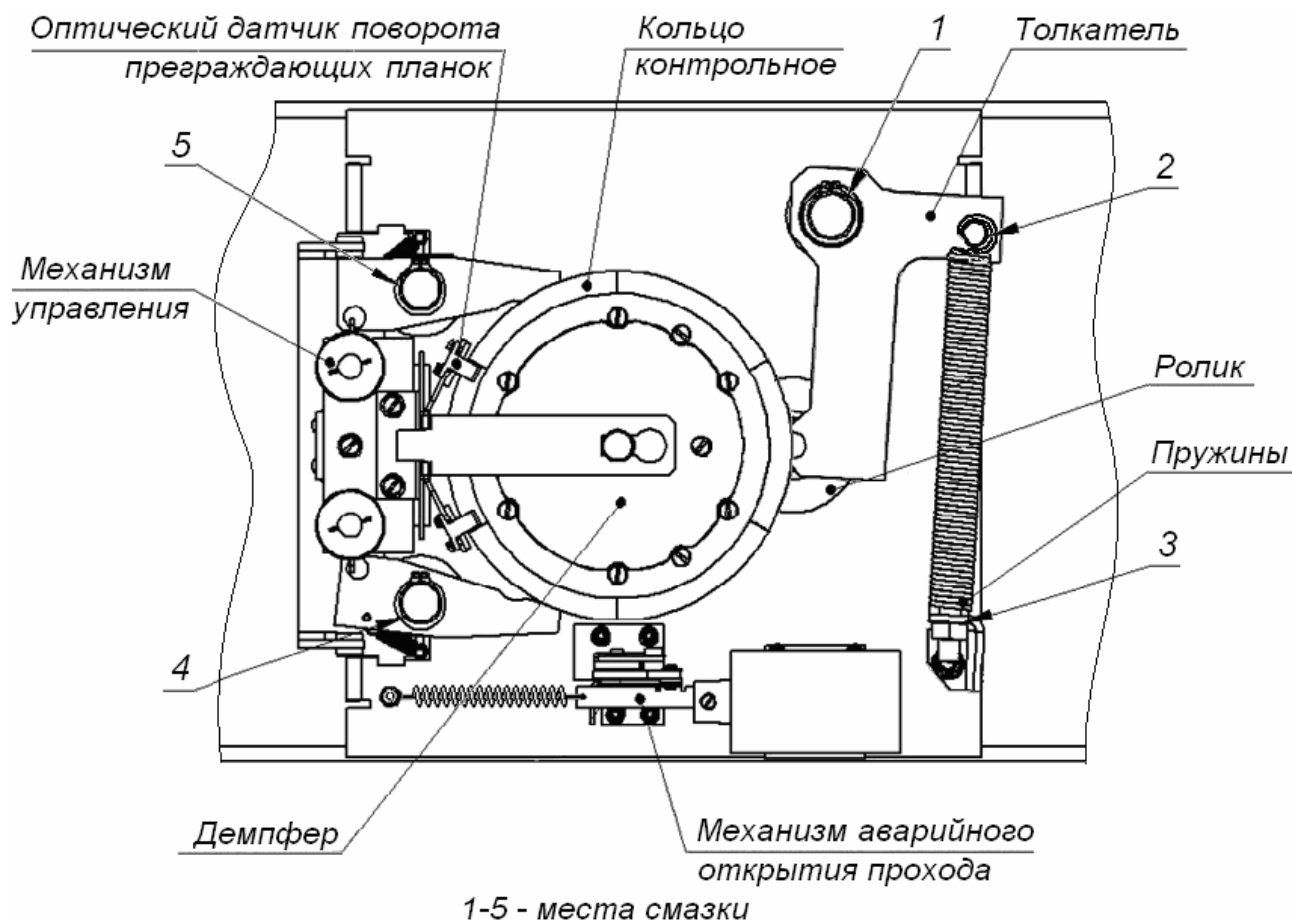

Рисунок 13. Расположение внутренних деталей и узлов стойки ЭП
4. Снимите крышку (3) в порядке, указанном в разд. 6 и положите ее на ровную устойчивую поверхность.
5. Осмотрите устройство доворота (толкатель, пружины и ролик), оптические датчики поворота преграждающих планок и демпфирующее устройство (см. рис. 13).
- смазкой **Chain and Rope Lube Spray - WEICON** оси вращения рычага толкателя (1, рис. 13) ролика и стопоров (4, 5, рис. 13);
- смазкой ШРУС-4 точки крепления пружин доворота (2, 3, рис. 13),
9. Проверьте крепление преграждающих планок (4) в шарнирных узлах турникета и, при необходимости, подтяните крепежные винты.